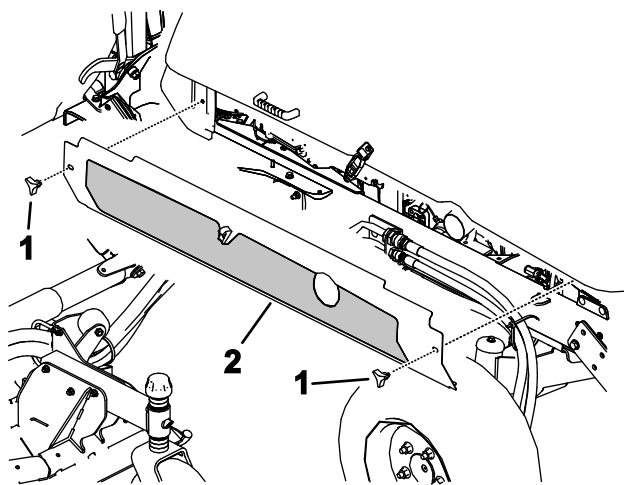

Figura 108
4. Afloje los pomos y retire las cubiertas laterales (Figura 108).
5. Instale las cubiertas laterales (Figura 108).